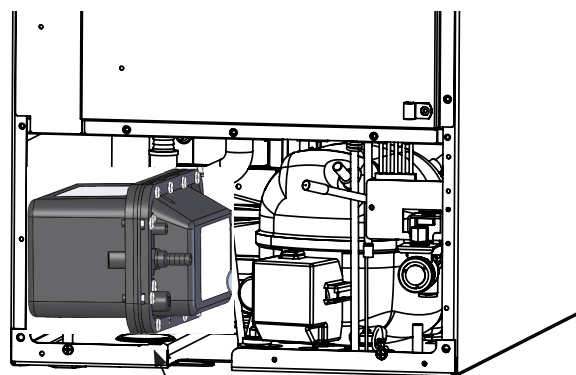
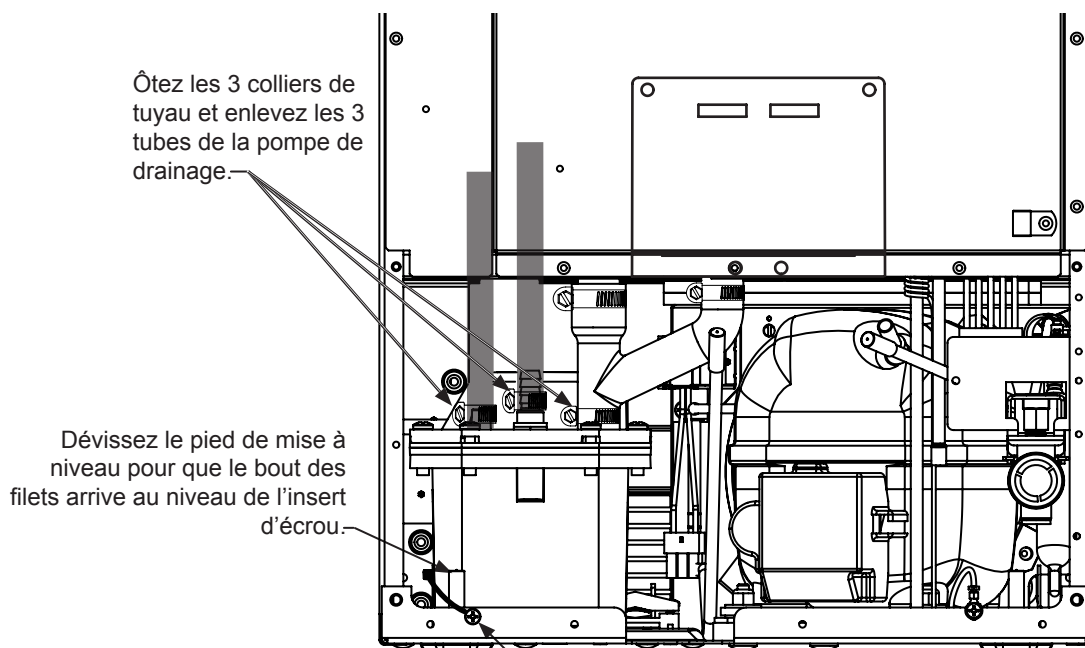

Figure 42
Figure 43
2. Dévissez le pied de mise à niveau de l'angle arrière jusqu'à ce que le bout de sa portion fileté arrive au niveau de l'insert d'écrou dans la base (Voir la Figure 43) :
3. Dévissez les 3 colliers de tuyau et enlevez les 3 tuyaux de l'avant de la pompe de drainage (Voyez la Figure 43).
4. Faites pivoter la pompe de drainage et sortez-la de l'appareil à glaçons (Voir la Figure 42). Il peut être nécessaire de débrancher la liaison du fil de terre sur le rebord arrière de l'armoire (Voyez la Figure 43).